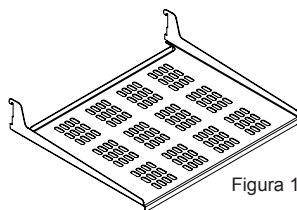

Figura 13
2) estantes en voladizo de chapa metálica perforada (vea la Figura 13).